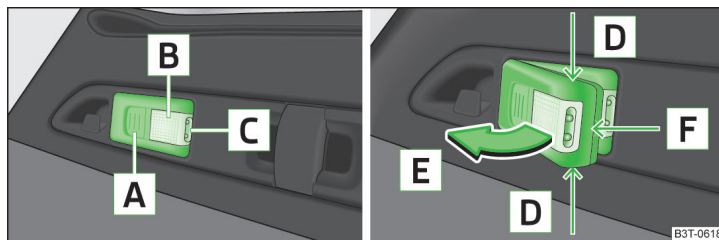

Fig. 110 Manejar la lámpara / extraer la lámpara
- Iluminación del maletero - ilumina la parte **[B]** » fig. 110 de la página 108 (la lámpara está en el soporte).
- Si no se apaga la lámpara y está colocada correctamente en el soporte, los leds en la parte delantera **[C]** » fig. 110 de la página 108 de la lámpara se apagan automáticamente.
- Presionar la tecla **[A]** » fig. 110, la luz se enciende al 100 % de su intensidad.
- Coger la lámpara en la zona de la flecha **[D]** » fig. 110 y ladearla en el sentido de la flecha **[E]**.
- Retirar la tapa de los acumuladores con un objeto estrecho, puntiagudo a partir de la posición del clip inmovilizador **F** » fig. 110 de la página 108.